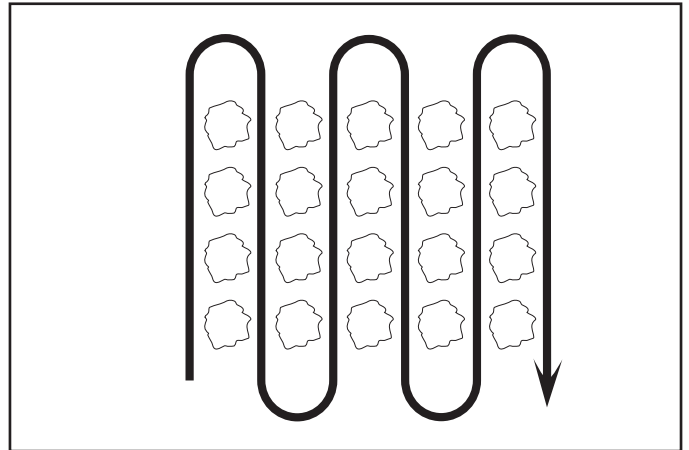

Fig. 16
- Binez les lignes de long en large à une vitesse qui permette aux dents de déraciner les mauvaises herbes et de laisser le sol à l’état brut pour faire en sorte que les mauvaises herbes et le gazon n’y poussent plus (Voir la fig. 16).